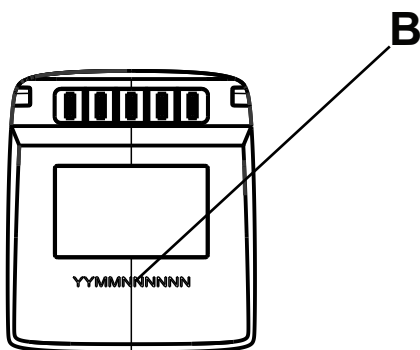
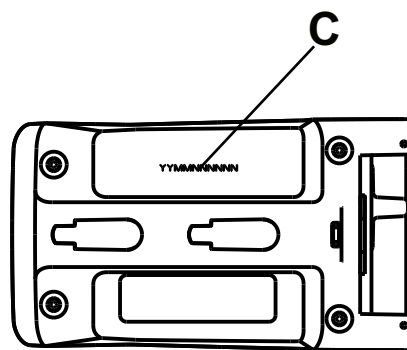

Figura 4 – Poziția numărului de serie al bateriei Alvarium
Figura 5 – Poziția numărului de serie al încărcătorului Alvarium
Consultați secțiunea de mai jos pentru pozițiile numărului de serie al bateriei (B) și al încărcătorului (C) (Figura 4 și Figura 5).